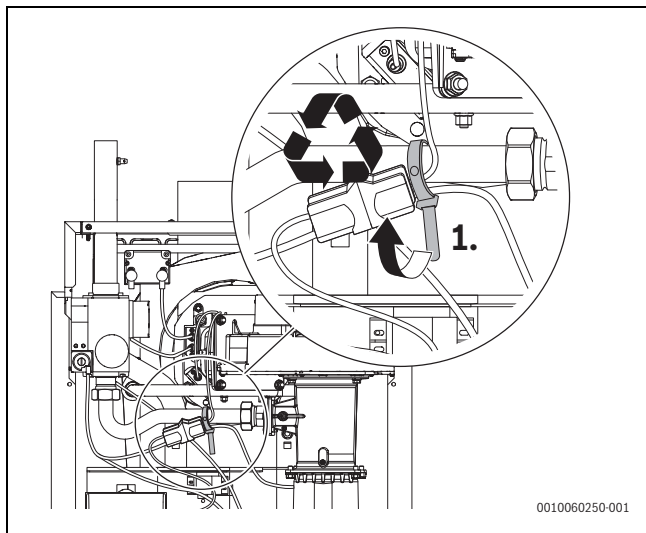

Bild 4 Kabelbinder lösen und demontieren
- ▶ Kabelbinder lösen und demontieren. Diese für die Wiederverwendung bei der Montage des neuen Gasrohrs aufbewahren (→Bild 4, [1]).